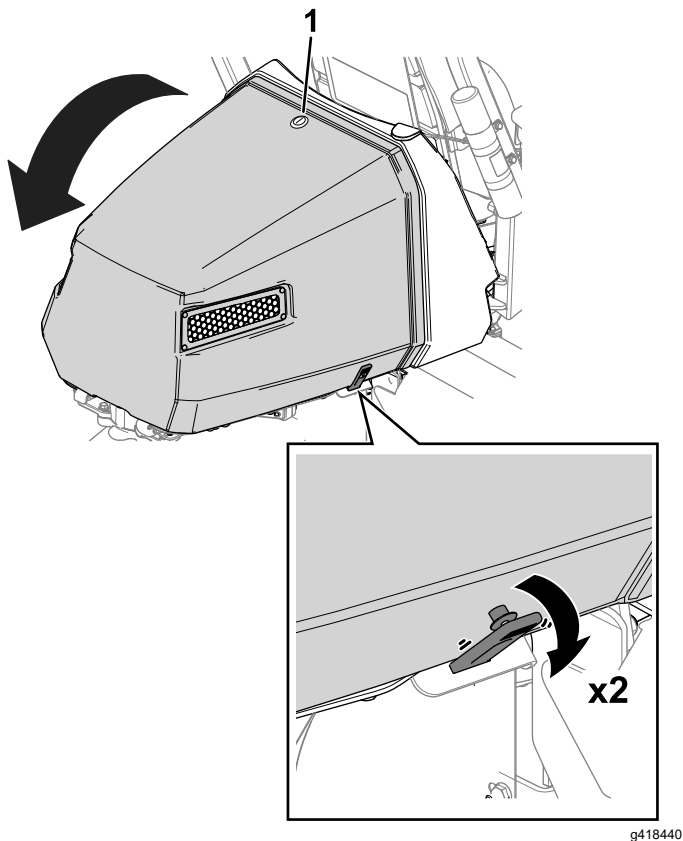

Figure 37
1. Déverrouillez le capot (Figure 37).
2. Détachez les attaches de chaque côté du capot (Figure 37).